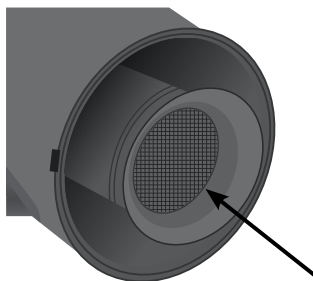

figura 13B
3. Si la rejilla de protección se encuentra obstruida, limpiarla con un cepillo (**figura 13B**).